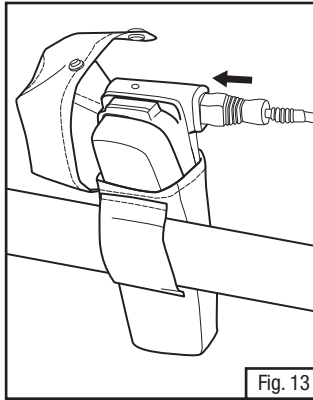

Fig. 13
6. Conecte o cabo de alimentação ao adaptador de Fácil Limpeza (Fig. 13). Para alimentar o motorizado, mantenha apertado botão de energia no adaptador para baixo por 1/2 segundo. Quando ligado, o indicador luminoso do TR-659 deve piscar durante cerca de um segundo e em seguida, desligue.